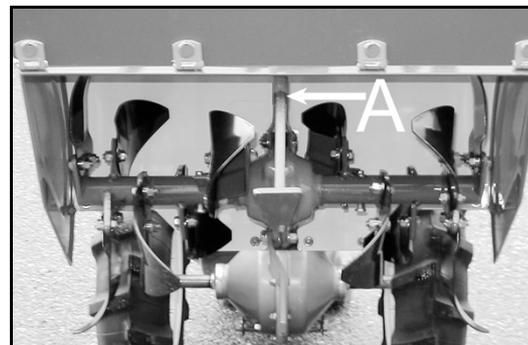

Figure 20-1
- Le puits de la béquille de terrage (repère A , figure 20-1(SF600),20-2(SF600D)).